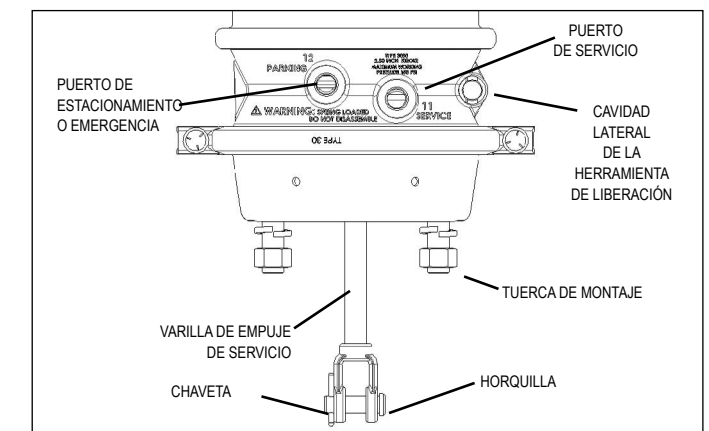

FIGURA 2: VISTA EXTERNA DE UN FRENO DE RESORTE
3.1.1 Vea la Figura 2. Consulte las especificaciones del fabricante del ajustador de juego libre y verifique que se permita el recorrido de la varilla de empuje. El recorrido excesivo de la varilla de empuje reduce la eficiencia del sistema de frenado, reduce la vida del diafragma, proporciona una respuesta del sistema de frenado más lenta y pierde aire.